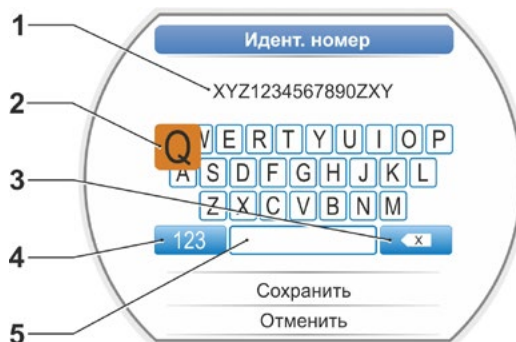

Рис. 2: Ввод идентификационного номера
Если в меню 'Специальные параметры' выбрать 'Идентификационный номер', то на дисплее будет показан действующий идентификационный номер, см. рис. 2, поз. 1.
1. Поворотом кнопки Drive Controller установите оранжевую метку на нужный знак (рис. 2, поз. 2).
2. Нажмите кнопку Drive Controller. Знак будет принят в строку (рис. 2, поз. 1).
Исправление последнего введённого знака осуществляется копкой < (рис. 2, поз. а)